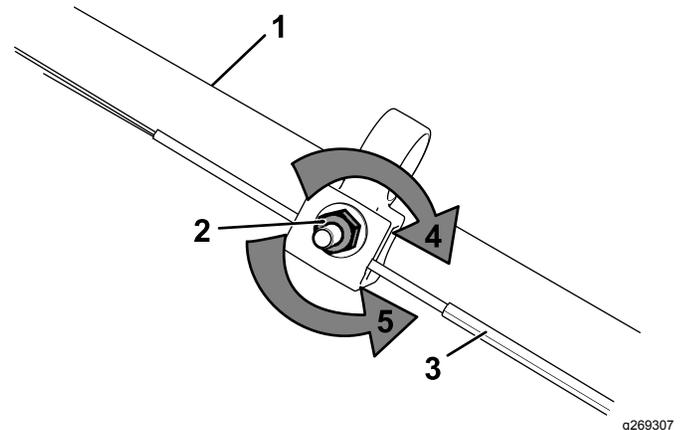

Рисунок 34
1. Поверните регулировочную гайку против часовой стрелки, чтобы ослабить натяжение троса (Рисунок 34).
- Отрегулируйте натяжение троса (Рисунок 34), потянув его назад или вперед, затем удерживайте в этом положении.